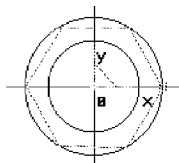

图 2-1-9 绘制多边形
⑤ 系统提示“输入中心”,单击坐标原点;系统提示“输入边起点”,用鼠标捕捉圆与水平线的交点,并单击,放置六边形,如图 2-1-9 所示。右击退出“多边形”命令。